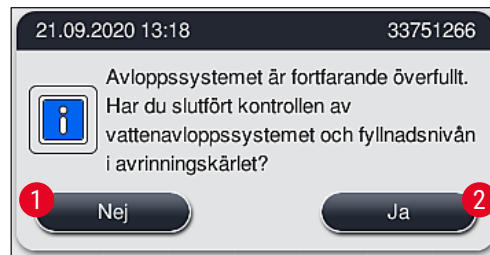

Bild 126
2. När 5 minuter av ytterligare rengöringsförsök har gått och stoppet fortfarande kvarstår visas ett meddelande (→ "Bild 126") på skärmen om att vattennivån fortfarande är för hög. Genom att trycka på **Nej** (→ "Bild 126-1") kan användaren förlänga väntetiden med ytterligare 5 minuter och utföra fler rengöringsförsök. Om dessa nya rengöringsförsök lyckas kan situationen lösas på samma sätt som beskrivs i 1. Om det krävs ytterligare tid för rengöring, tryck på **Nej** (→ "Bild 126-1") igen. Detta kan upprepas flera gånger. Om stoppet inte kan lösas trots upprepade rengöringsförsök, tryck på **Ja** (→ "Bild 126-2") för att inleda en process för kontrollerad avslutning, se avsnitt 3 och 4 nedan.